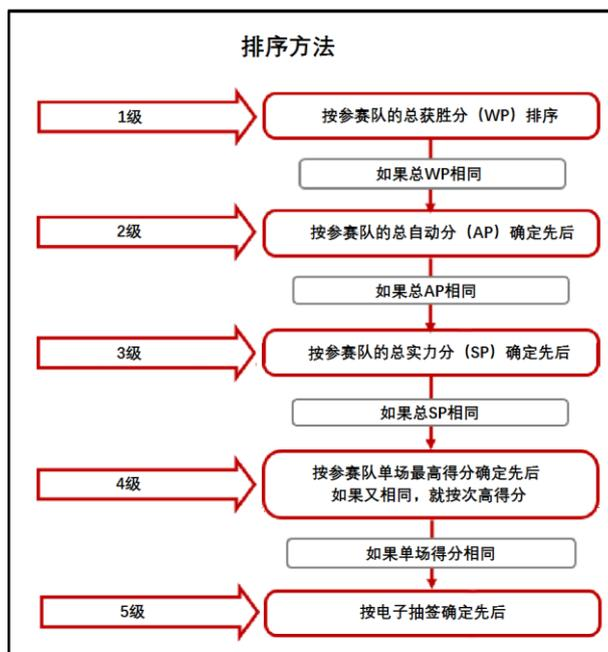

图 11 排序方法
6.3.5 初赛结束后，按图 11 所示方法对参赛队排序。前 16 支参赛队将参加复赛，最终决出冠军。